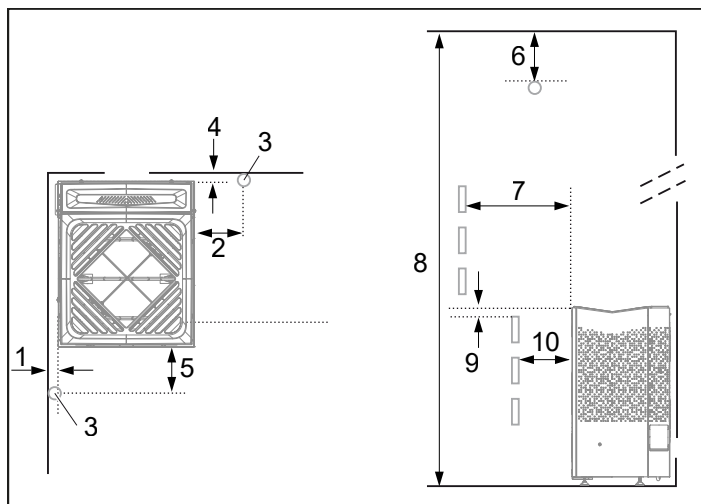

Abbildung 3: Positionieren der Heizung – normale Installation
- Planen Sie die Positionierung der Saunaheizung (siehe Abschnitt „Positionieren der Heizung – normale Installation“, Abbildung 3).
- Positionieren Sie die Heizung in sicherem Abstand zum Boden, zu den Seitenwänden und zu Innenrauminstallationen (siehe Abbildung 3).
Positionieren Sie den Sensor wie im Bild gezeigt (siehe Abbildung 3). Schließen Sie alle aktiven Lufteinlässe innerhalb von 1000 mm vom Sensor.